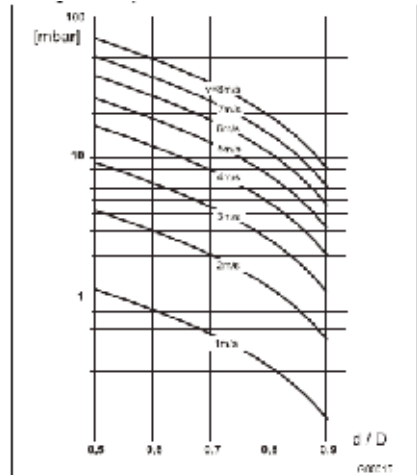

图 23
2. 根据流量范围图确定流速(图 23)。
3. 在图 23 中读取 Y 轴上的压降。